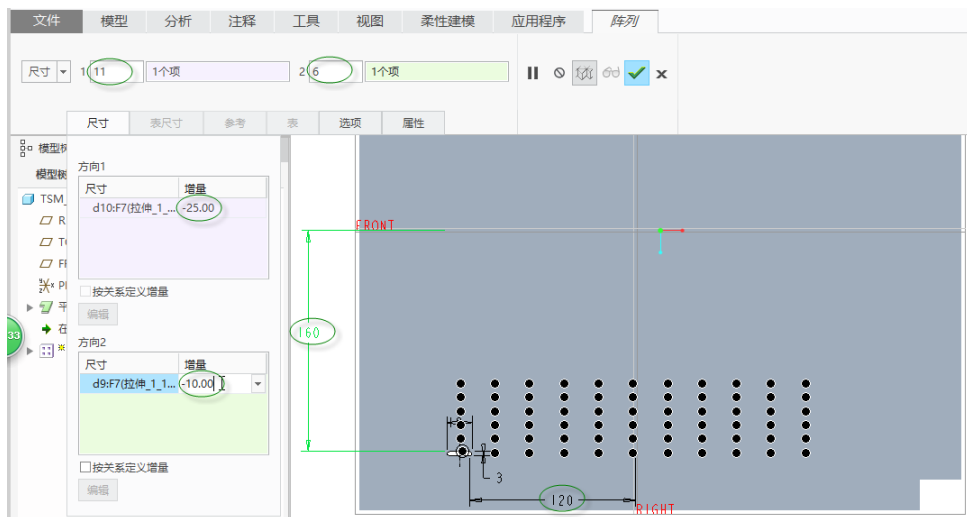

图 6-5 设置尺寸阵列参数
(1) 确保刚创建的切口处于被选中的状态，从功能区的“模型”选项卡中单击“编辑”→ (阵列) 按钮，打开“阵列”选项卡。
(2) 指定阵列类型为“尺寸”，在模型中单击数值为 120 的尺寸作为方向 1 的尺寸参考，设置其增量为“-25”；在“尺寸”面板上激活“方向 2”收集器，接着单击数值为 160 的尺寸，并设置其增量为“-10”；并在“阵列”选项卡上设置方向 1 的阵列成员数为“11”，方向 2 的阵列成员数为“6”，如图 6-5 所示。